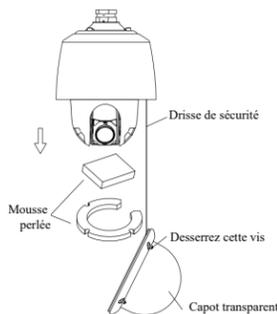

Figure 3.2 Plan du démontage des parties composantes principales
2. Retirez la doublure avant d'installer la balle de haute vitesse (selon la figure 3.2).